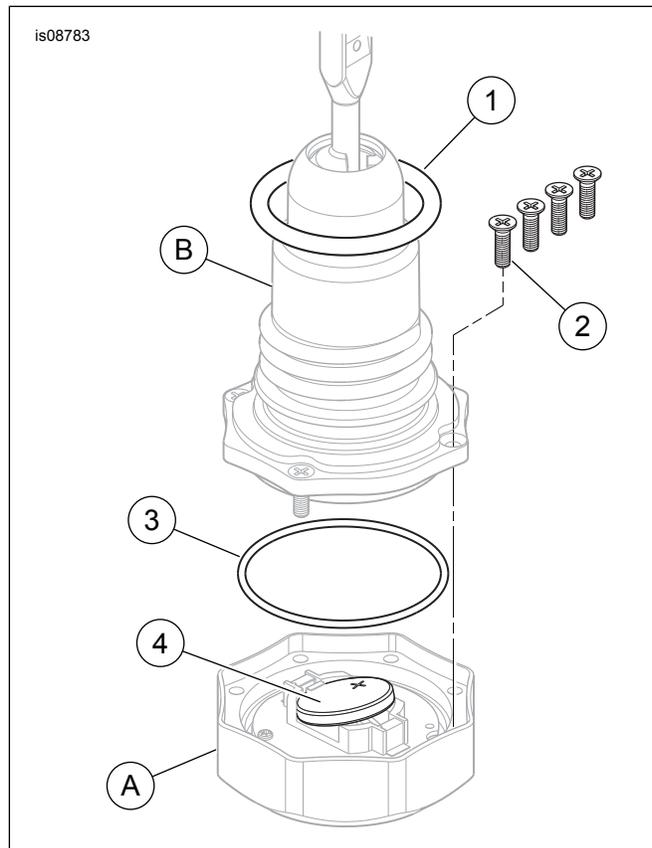

Figura 3. Kit de servicio de varilla medidora
Un kit de servicio de varilla medidora (N.º de pieza 91800066), que incluye los o-rings, los tornillos y una batería de repuesto CR 2032 está disponible para ciertos modelos (vea Tabla 1 y Figura 3).
Vea Figura 3 . Tenga cuidado al separar el cuerpo de la pantalla superior (A) y el conjunto de la varilla medidora inferior (B).
1. Quite los cuatro pequeños tornillos de cabeza Phillips (2) en la parte inferior del cuerpo de la pantalla.
- Ciertos modelos requieren la compra de un kit de servicio de varilla medidora (N.º de pieza 91800066), disponible en un concesionario Harley-Davidson. Este kit incluye o-rings, tornillos y una batería de repuesto CR 2032 (vea Figura 3 y Tabla 1).
Vea Figura 3 . Marque los componentes del cuerpo de la pantalla superior (A) y la varilla medidora inferior (B) antes del desarmado para que puedan armarse en la misma alineación rotacional. Tenga cuidado al separar los dos componentes.
3. Observe la orientación de la batería. Usando una herramienta de punta mecánica o un destornillador pequeño, inserte con cuidado la herramienta debajo de la batería (4). Levante con suavidad la batería para liberarla y deséchela. Inserte la nueva batería como se muestra. Empuje la batería hacia abajo hasta que esté asentada.